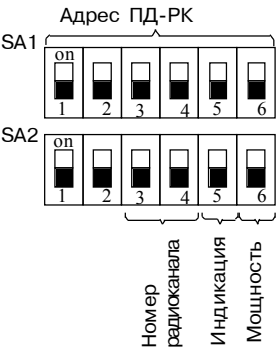

Рис. 61
- Установите на ДИП-переключателях, расположенных в углублении основания со стороны задней стенки (рис.61), номер радиоканала, адрес извещателя. Установите переключатель управления мощностью в положение ON (режим пониженной мощности) (рис.61);